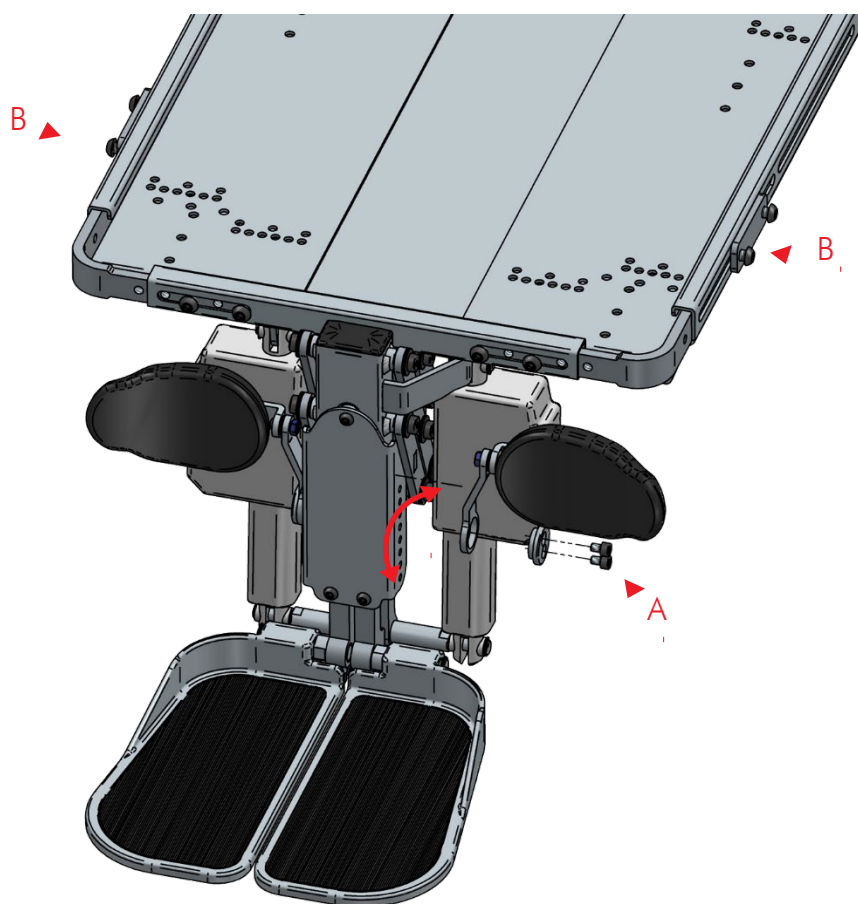

Figure 3
1. Desserrez les deux boulons de fixation (fig. 3 – pos. A)
1. Desserrez les quatre vis de fixation (fig. 3 – pos. B).